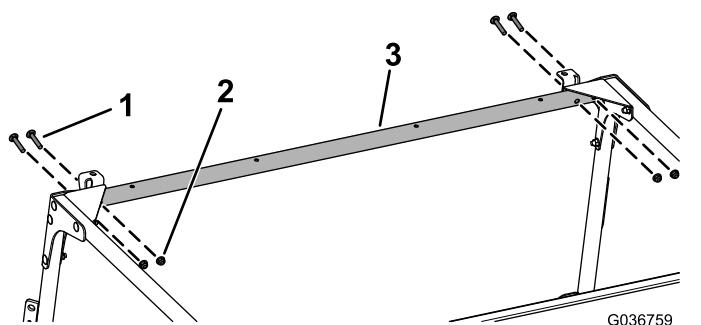

Рисунок 36
10. Установите, не затягивая, переднюю поперечину на передние монтажные кронштейны и угловые крепления с помощью 4 картеных болтов (5/16 x 1 $\frac{3}{4}$  дюйма) и 4 фланцевых гаек (5/16 дюйма), как показано на Рисунок 36.